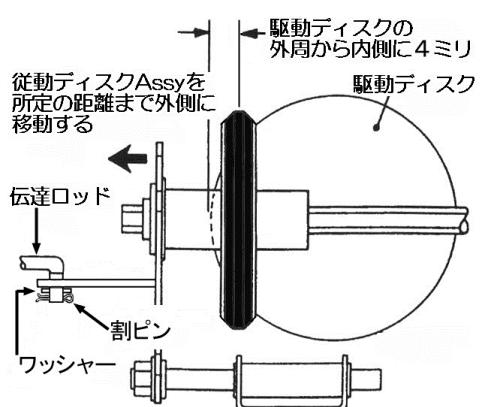
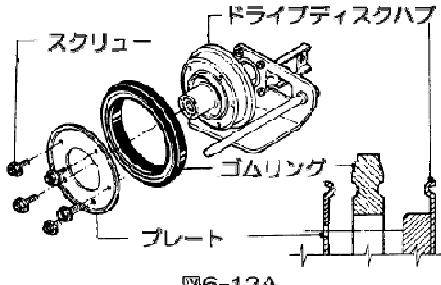

図 6-9
図 6-12A
4. 従動ディスクを駆動ディスクの端から3~4ミリの位置にセットします。(図6-9)
8. 変速レバーをいったん低速に入れてから高速に戻します。従動ディスクと駆動ディスクの端の距離(3~4ミリ)が狂っていないか確認します。(図6-9)
④ 従動ディスクラバーの交換
3. 駆動ディスクとゴムのリングを固定する5本のスクリュとプレートを外します。（図6-12A）
⑤ 従動ディスクのベアリングの交換
1. 伝達ロッドからピンとワッシャを取り外し、ドライブディスクAssyの穴から伝達ロッドを取り外します。（図6-9）